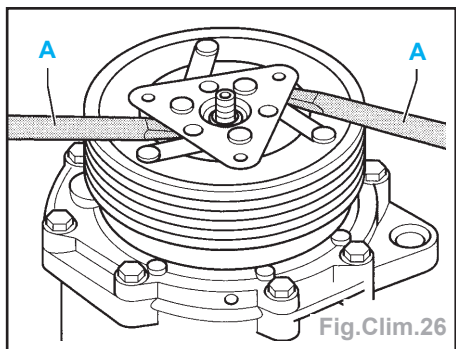

Fig.Clim.26
- Extraction (Fig.Clim.26)
**Extraction du disque d'embrayage** (Fig.Clim.26).